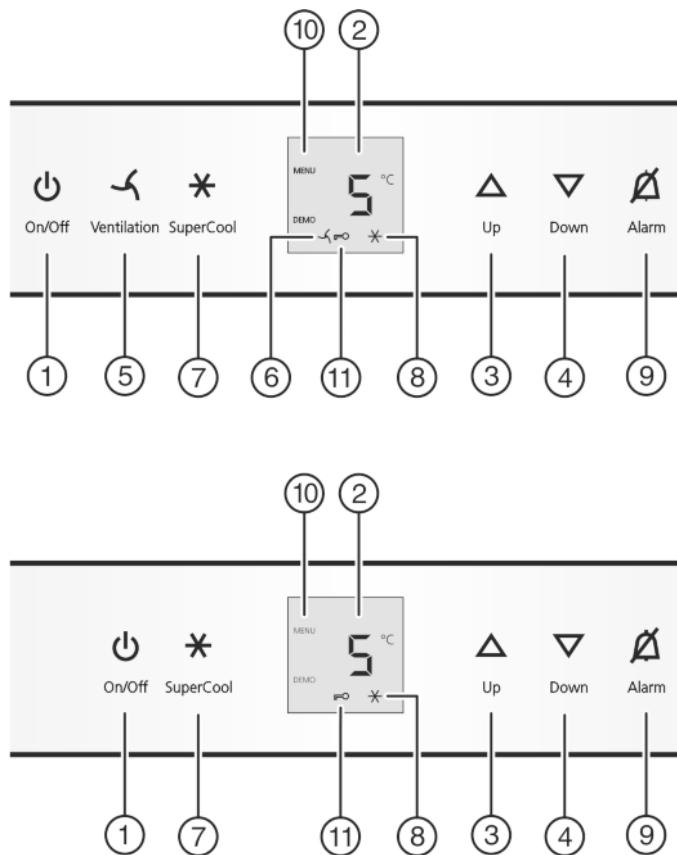

Fig. 2
- нажмите кнопку On/Off Fig. 2 (1).
- Активация режима настройки: удерживайте кнопку SuperCool Fig. 2 (7) прим. 5 с.
- Коротко нажмите кнопку SuperCool Fig. 2 (7) для подтверждения.
- Для включения защиты от детей коротко нажмите клавишу SuperCool Fig. 2 (7).
- ▷ Символ "Защита от детей" Fig. 2 (11) горит. На индикации мигает **c**.
- Для выключения защиты от детей коротко нажмите клавишу SuperCool Fig. 2 (7).
- ▷ Символ защиты от детей Fig. 2 (11) гаснет. На индикации мигает **c**.
- Выход из режима настройки: нажмите кнопку On/Off Fig. 2 (1).
- Нажмите кнопку Alarm Fig. 2 (9).
- Установка более высокой температуры: нажмите кнопку настройки Up Fig. 2 (3).
- Установка более низкой температуры: нажмите кнопку настройки Down Fig. 2 (4).
- Коротко нажмите кнопку SuperCool Fig. 2 (7).
- На индикации горит символ SuperCool Fig. 2 (8).
- Символ SuperCool Fig. 2 (8) на индикации гаснет.
- Коротко нажмите кнопку "Вентиляция" Fig. 2 (5).
- Символ Вентиляция Fig. 2 (6) горит.